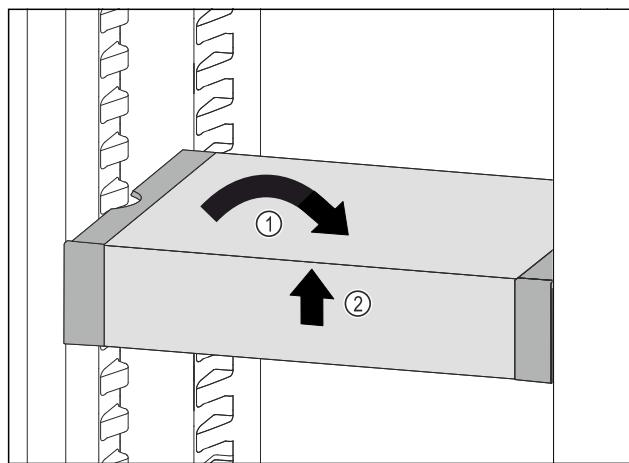

Fig. 72
- VarioSafe postavte rovno. Fig. 72 (1)
- VarioSafe nadvihnite vpred. Fig. 72 (2)